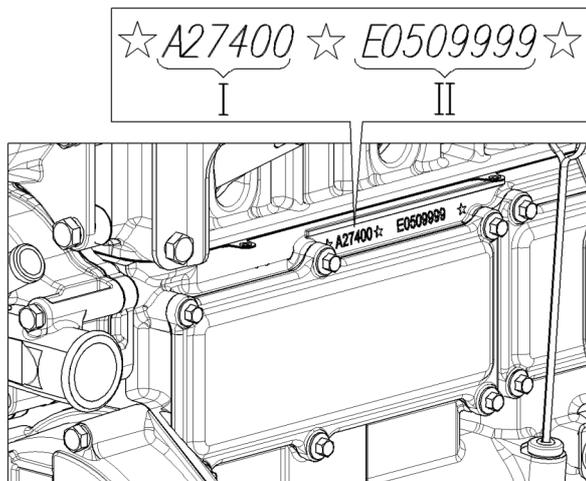

Рис. 1. Расположение идентификационного номера двигателя А274
1.1. Идентификационный номер двигателя выбит на специальной площадке с левой стороны блока цилиндров (см. рис. 1).